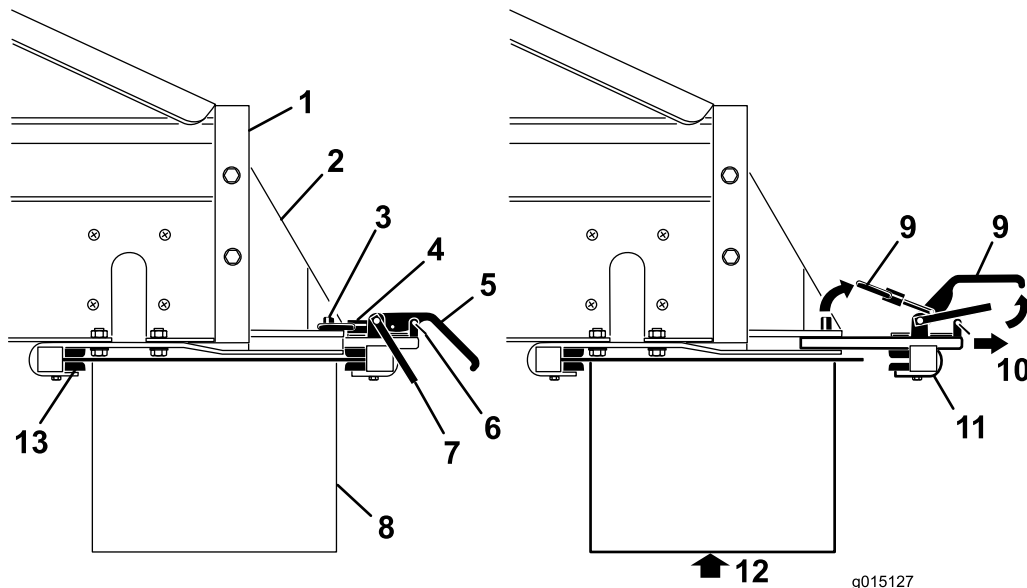

Figura 37
3. Rimuovete le clip dei fermi di sicurezza dalle maniglie di attacco (Figura 37).
4. Sollevate il fermo di sicurezza, poi le maniglie di attacco dell'accessorio e liberate gli anelli di bloccaggio dai perni di bloccaggio ((Figura 37).
5. Estraete il gruppo di attacco posteriore dell'accessorio dalle fessure di attacco rapido (Figura 37).
6. Con l'aiuto di una persona, inserite il bordo anteriore del trasportatore trasversale/snodo sopra e sotto la parte posteriore dell'MH-400 nei morsetti anteriori sulle staffe (Figura 37).
7. Sostenete il trasportatore trasversale/snodo, facendo scorrere contemporaneamente il gruppo di attacco posteriore dell'accessorio nelle fessure delle staffe, sulla parte posteriore (Figura 37).
9. Rimontate le clip dei fermi di sicurezza sulle maniglie di attacco (Figura 37).